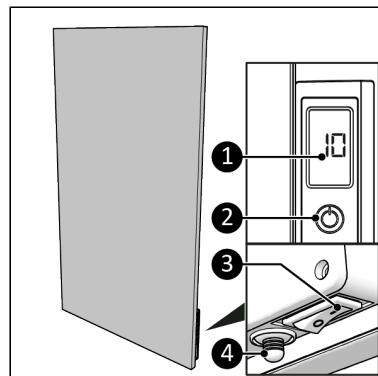

Figure 14.
- Zet de AAN/UIT-schakelaar in de AAN-stand (Figure 14, pos. 3).
- Druk op de AAN/UIT-knop op het bedieningspaneel (Figure 14, pos. 2) of op de afstandsbediening.
- Het display (Figure 14, pos. 1) geeft eerst de ingestelde temperatuur gedurende 3 seconden weer, gevolgd door de omgevingstemperatuur.